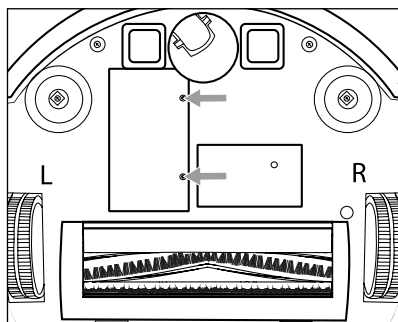

Abb. 16
- 1) Lösen Sie die beiden Schrauben der Akkufachabdeckung **26** (siehe Abb. 16) an der Geräteunterseite mit einem Kreuzschlitzschraubendreher und entfernen Sie diese vom Gerät. Nehmen Sie die Akkufachabdeckung **26** vom Gerät ab.